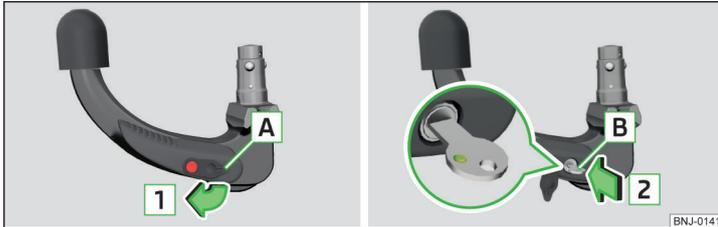

Fig. 151 Retire a capa do fecho / meter a chave no fecho
- Retirar a tampa **A** do fecho no sentido da seta **1** » Fig. 151.